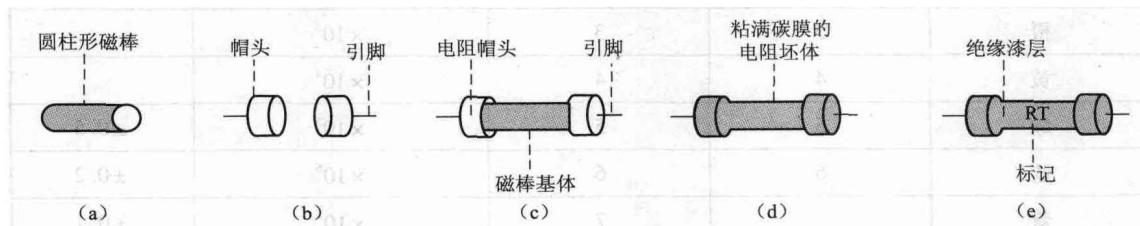

图 1.5 碳膜电阻器制造过程
磨成圆柱体和长方体，制成电阻器的基体，如图 1.5（a）所示。③用磨
压工艺制造电阻器的金属帽头，并焊接金属引脚，如图 1.5（b）所示。
④ 组装碳膜电阻器初坯，在帽头上涂强力胶，然后紧密地套在磁棒两端，如图 1.5 (c) 所示。⑤ 采用喷涂或沉积方法，使碳的微粒均匀地附在绝缘棒和金属帽上，再经热处理形成不脱落的碳膜层，制成电阻器的坯体，如图 1.5 (d) 所示。⑥ 在坯体表面喷涂保护漆，并印上各种标志，就成为成品，如图 1.5 (e) 所示。这种电阻体的导电材料是碳膜层，故称为碳膜电阻器。